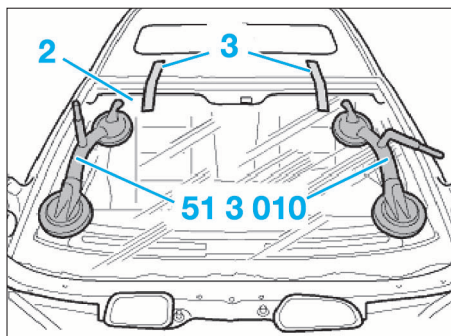

FIG. 99
- Mettre en place le pare-brise (2) (Fig.99) à l'aide des ventouses et d'un deuxième opérateur en procédant comme suit :
- dans cette position, immobiliser le pare-brise en hauteur, en partie supérieure à l'aide des rubans adhésifs (3).